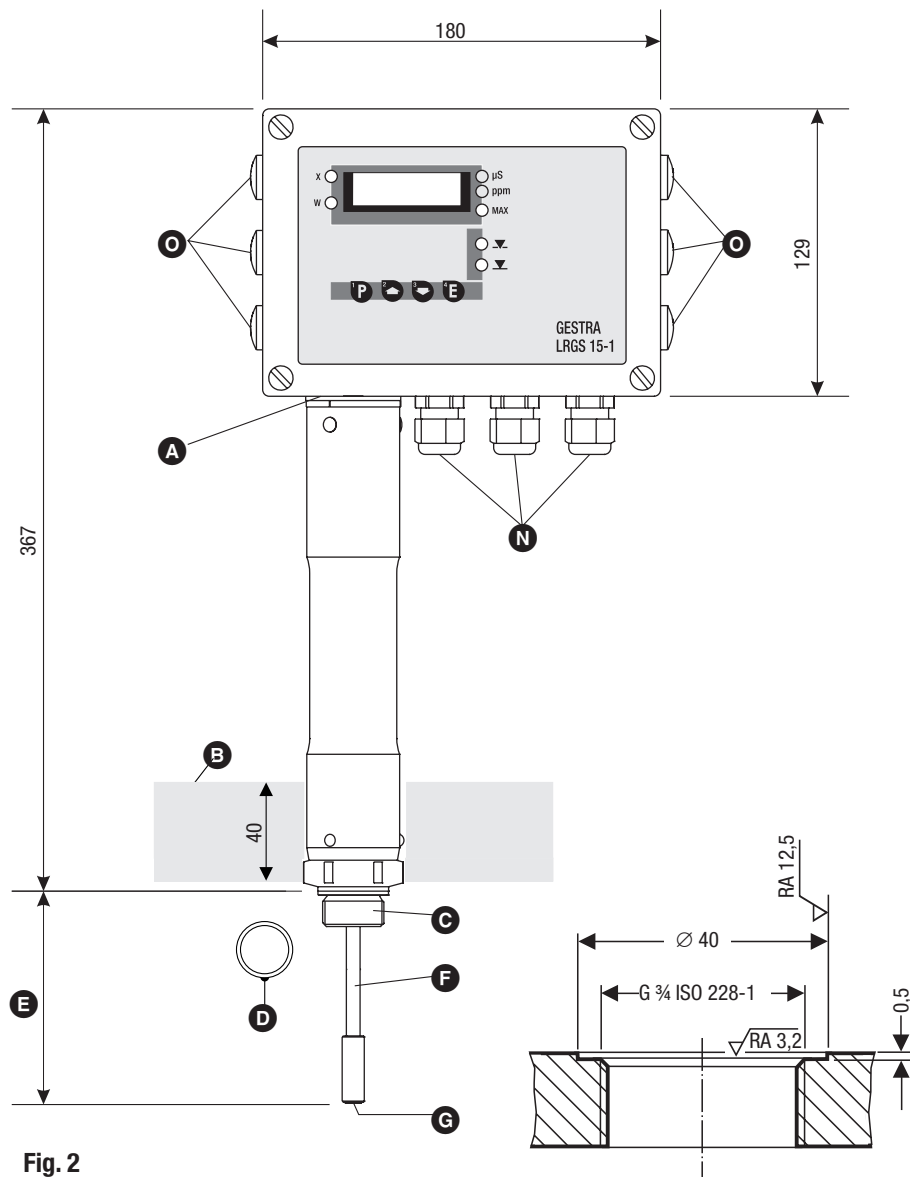

Fig. 2
- Die Messfläche der Messelektrode **Fig. 2** muss ständig eingetaucht sein.
- Zwischen der Messfläche und der Kesselwand, den Rauchrohren, anderen metallischen Einbauten sowie dem niedrigsten Wasserstand (NW) ist ein Abstand von ca. **50 mm** einzuhalten.
1. Dichtflächen auf Behältergewindestutzen oder Flanschdeckel (siehe **Fig. 2**) überprüfen. Bei Notwendigkeit entsprechend den Angaben der Zeichnung nacharbeiten.